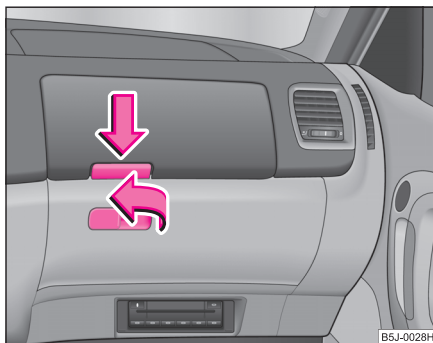

Fig. 80 Cuadro de interruptores: Compartimentos guardaoobjetos en el lado del acompañante
- Tirar o presionar del asidero de la tapa en sentido de la flecha ⇒ fig. 80 y abrir la tapa.